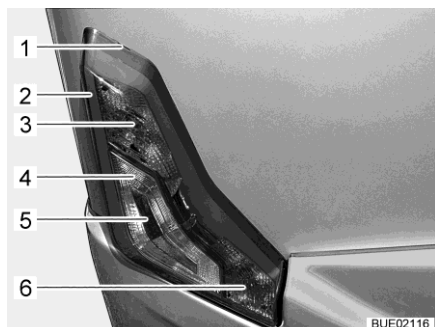

Fig. 166 Eclairage arrière
- Introduire un outil plat dans l'encoche (Fig. 166,1) et soulever le boîtier avec précaution.